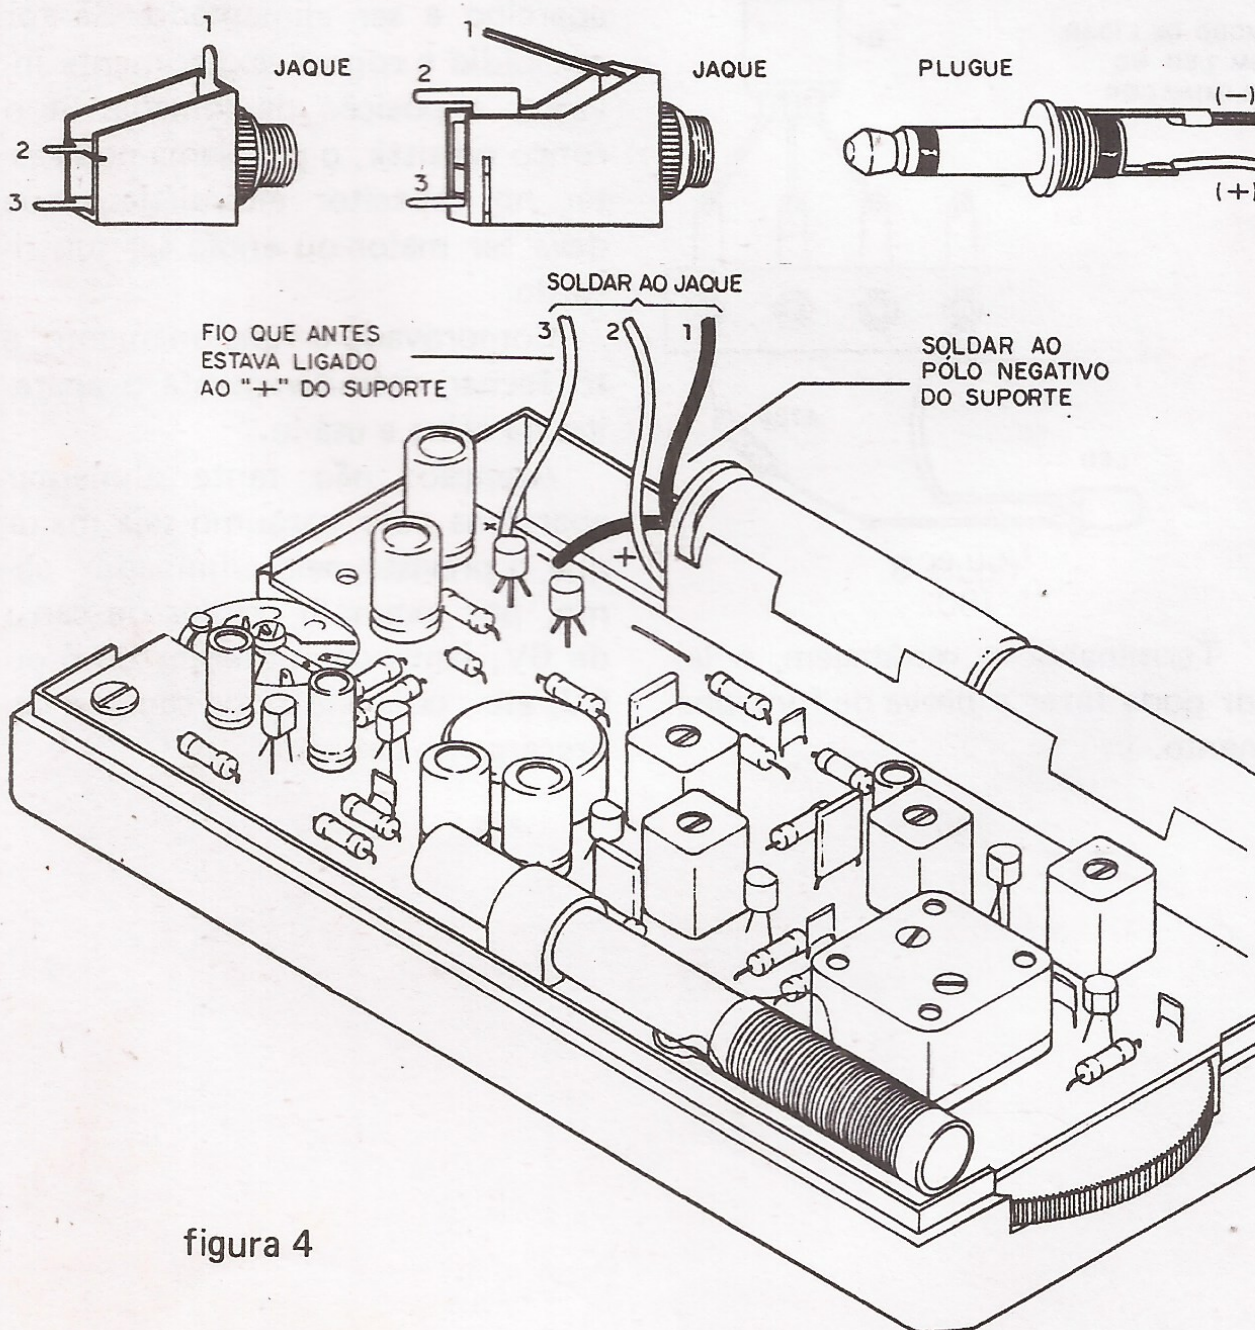

figura 4
f) Para os fios de saída é importante observar a polaridade. Na figura 4 damos a ligação do plugue e, com ele, a ligação dos jaques que devem ser adaptados nos aparelhos que serão alimentados.